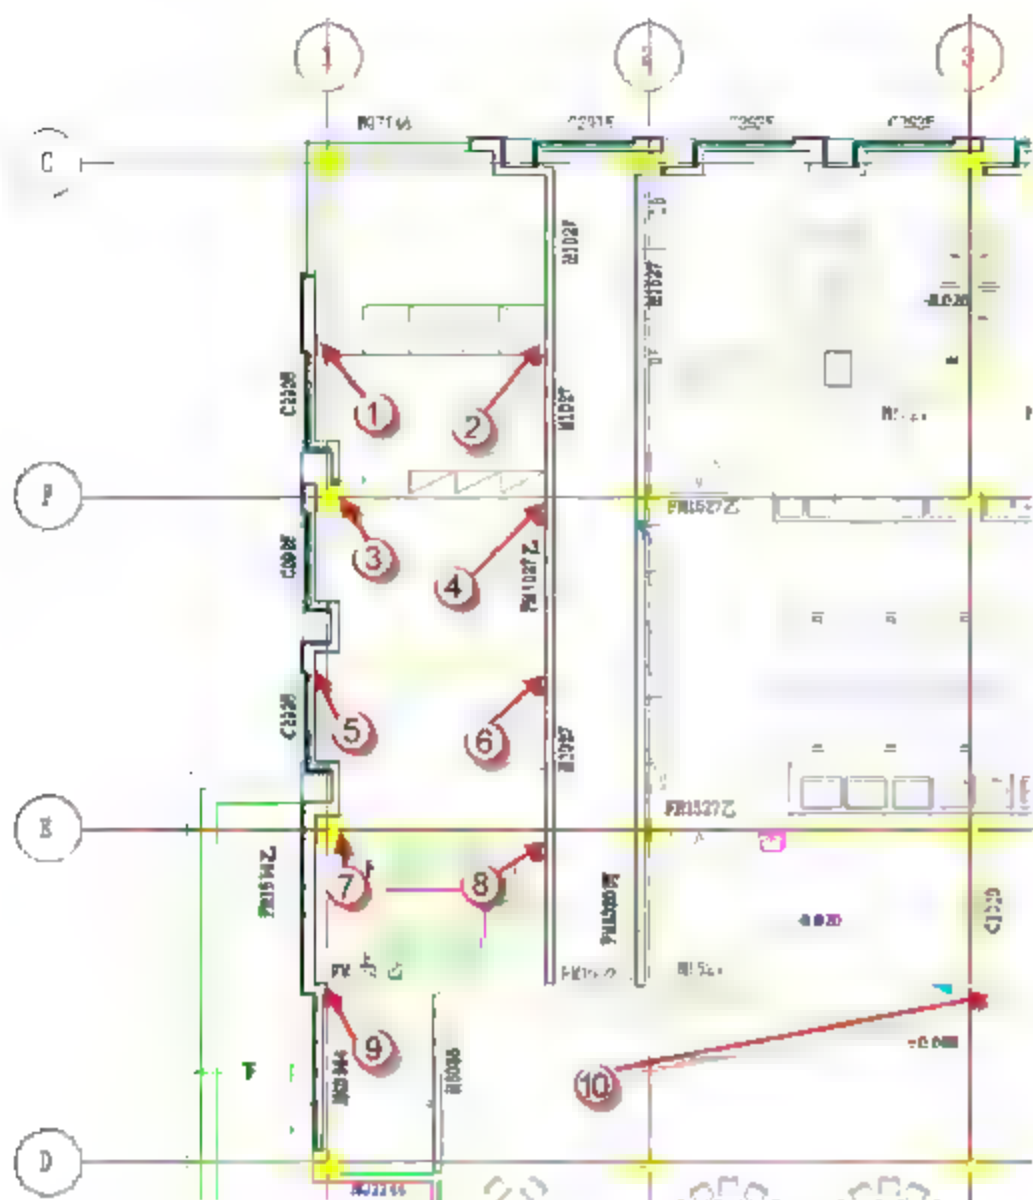
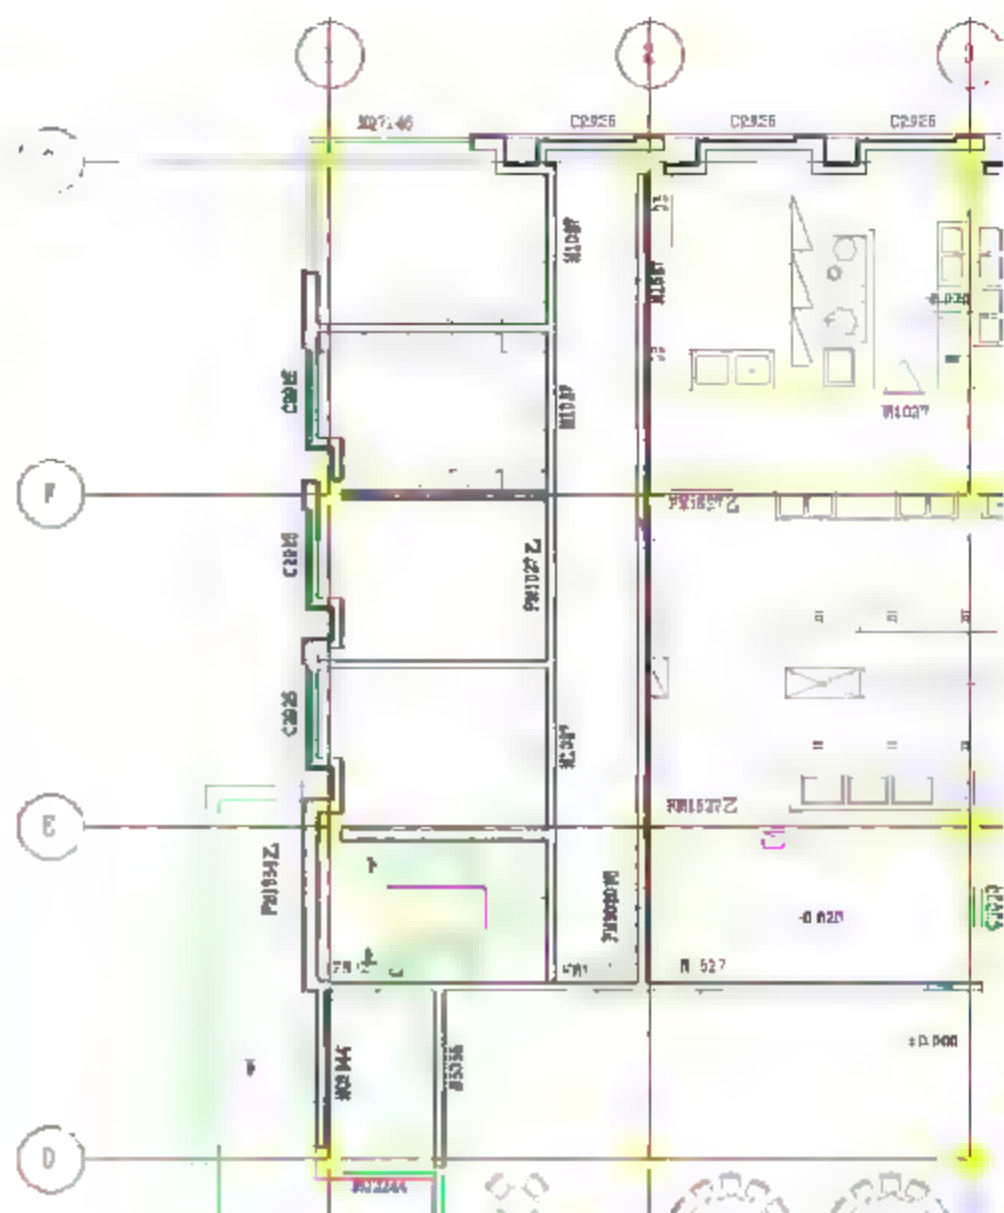

图 10.2.32 200mm 水平向内墙捕捉点位置
图 10.2.33 200mm 水平向内墙部分完成
(2) 绘制 D 轴到 G 轴和 1 轴到 2 轴线之间的水平内墙。依次捕捉图 10.2.32 所示位置, 单击绘制墙体。绘制完成后按 Esc 键, 可以退出外墙绘图界面, 完成后的这部分内墙如图 10.2.33 所示。